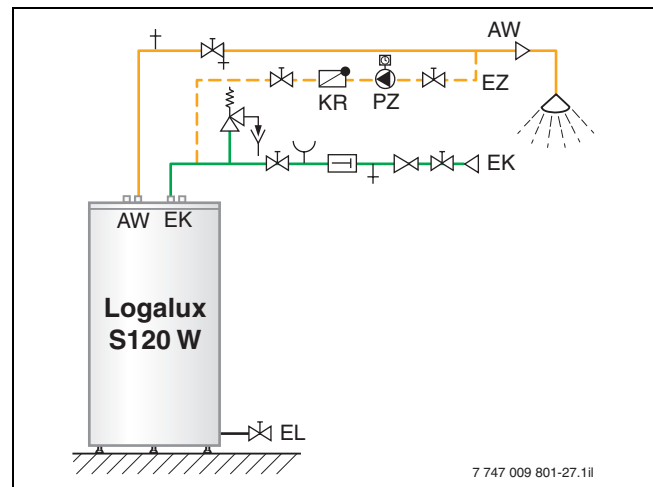
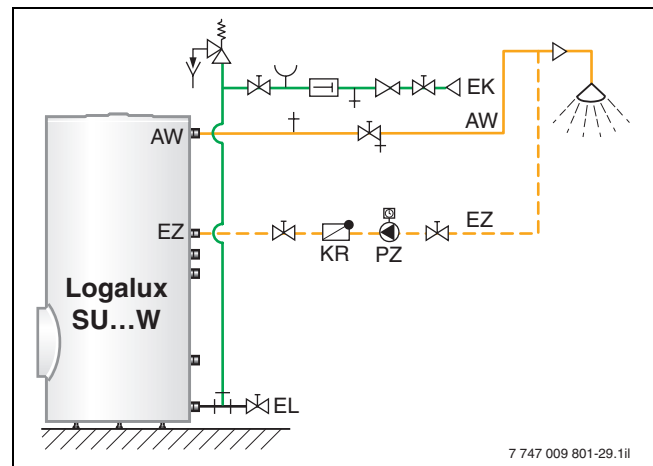

Bild 28 Variante einer Zirkulationsleitung für den Warmwasserspeicher Logalux S120 W
Bild 29 Variante einer Zirkulationsleitung für die Warmwasserspeicher Logalux SU...W
- Der Zirkulationsanschluss kann bei den Warmwasserspeichern Logalux S120 W im Kaltwasserzulauf installiert werden. Das Anschlussstück für die Zirkulationspumpe PZ ist an der Sicherheitsgruppe des sanitärseitigen Anschluss-Sets S-Flex montierbar. Die Verrohrung ist dabei bauseitig zu installieren (→ Bild 28).
Legende zu Bild 28 und Bild 29: